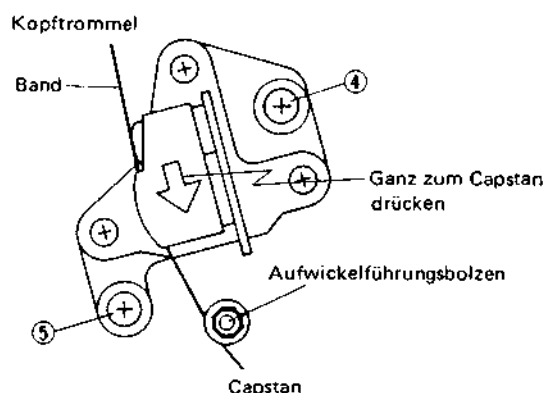

Abb. 2-4-16 Phaseneinstellung des Audio/Synchronkopfes
- 2) Die Schrauben ④ und ⑤ lösen. Den Audio/Synchronkopf bis zum Anschlag in Richtung des Capstans schieben (siehe Abb. 2-4-16).
- 3) Die Schraube ④ mit dem Kopf-Ausrichtwerkzeug abdecken und den Stift des Werkzeugs in das Loch neben Schraube ④ einführen.
- 5) Die Schrauben ④ und ⑤ zum Fixieren des Kopfes festziehen.